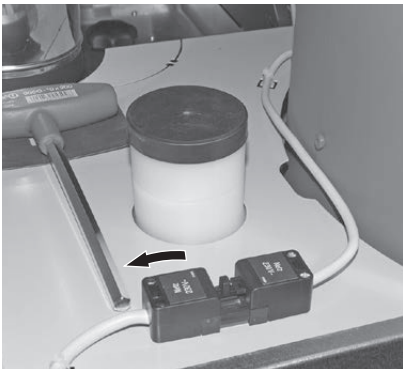

Fig. 102 Débrancher la fiche secteur de l'appareil
- C'est pourquoi il faut absolument mettre la chaudière hors tension lors de travaux de nettoyage ou de réparation (par ex. en débranchant la fiche de secteur) – Fig. 102.